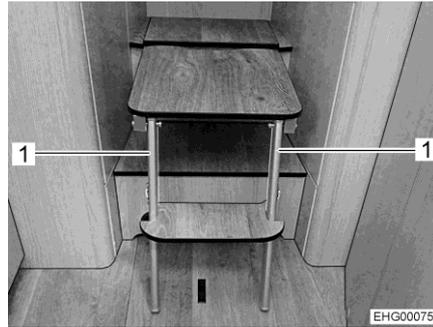

Fig. 85 Scaletta di accesso (aperta)
- Aprire completamente i longheroni (Fig. 85,1) e posarli sul pavimento.